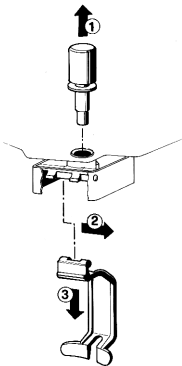

figure 4
8 **Robinet en inox à gravité:** défilez (1) le piston et démonter (2-3) le levier de débit robinet (voir figure 4).